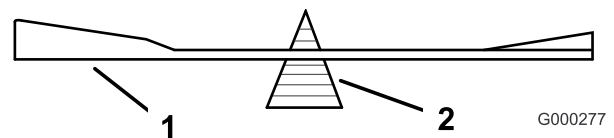
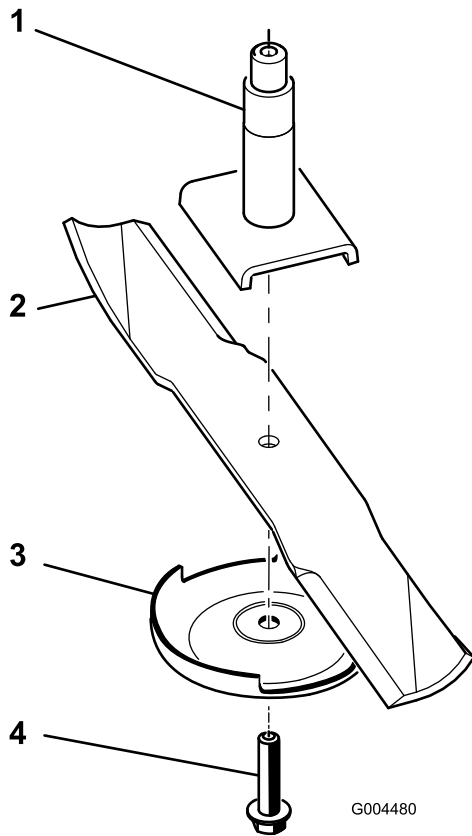

図 68
図 69
2. スピンドルのシャフトからブレードボルト、芝削り防止プレート、ブレードを取り外す(図 69)。
2. ブレードバランサー(図 68)を使ってバランスを調べる。ブレードが水平に停止すればバランスがとれているからそのまま使用してよい。もし傾くようなら、重い方の裏面を少し削って調整する(図 69)。バランスがとれるまで調整する。
1. スピンドルシャフトにブレードを取り付ける (図 69)。
2. 芝削り防止プレートとブレードボルトを取り付ける (図 69)。